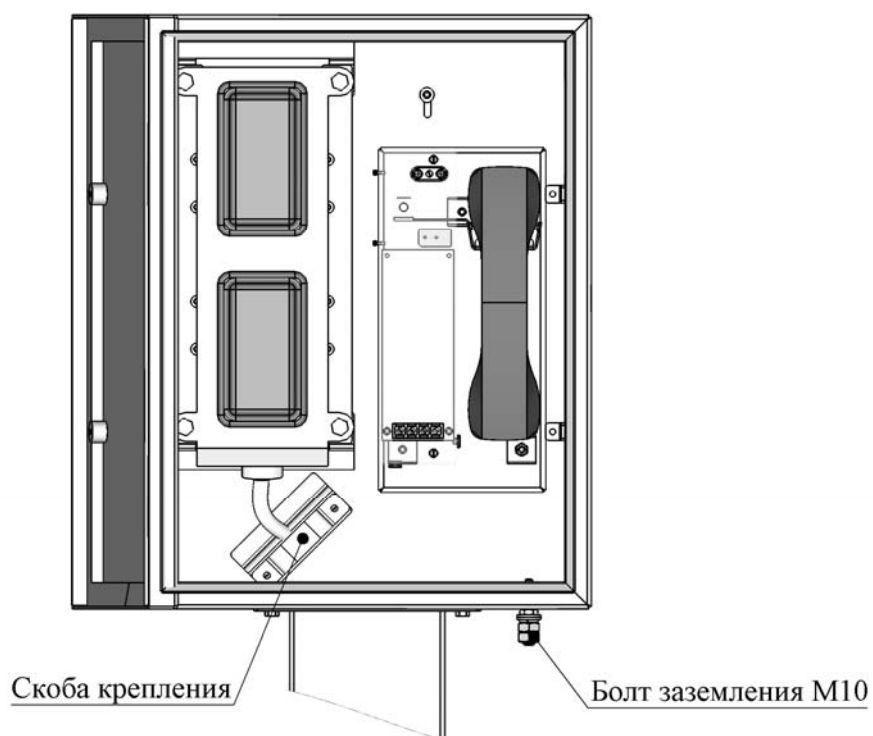

Рисунок 6 – Расположение оборудования внутри корпуса стойки.
- зафиксировать кабель внутри стойки при помощи скобы крепления кабеля (см. рисунок 6).
3.3.2 Внешний заземлитель подключается к заземляющему болту М10, расположенному в нижней части корпуса стойки (см. рисунок 6).